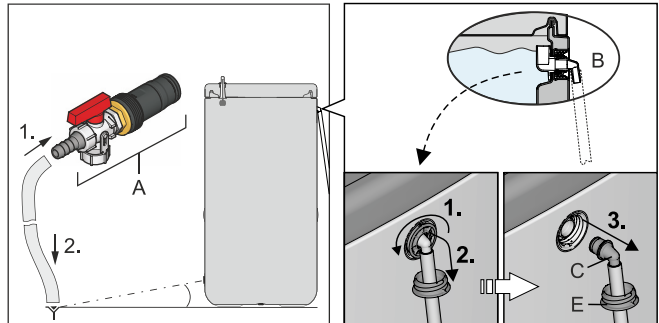
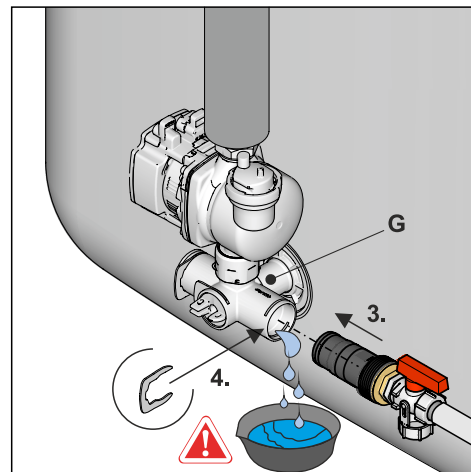

Fig. 29-1 Monter le flexible de sécurité ; en option : démonter du trop-plein de sécurité
Fig. 29-6 Monter le raccord de remplissage KFE dans la cornière de raccordement
- 2 Brancher le flexible d'évacuation sur le **raccord de remplissage du robinet de remplissage et de vidange (accessoire KFE BA)** (Fig. 29-1, pos A) et le poser en direction d'un point d'évacuation à une profondeur minimale.
En l'absence d'un **raccord de remplissage et de vidange** disponible, le démontage et l'utilisation du trop-plein de sécurité (pos. B) sont possibles à titre d'alternative (Fig. 29-1, pos. C).
Tab. 29-1 Légende de Fig. 29-1 jusqu'à Fig. 29-6
- Régler l'insert de soupape sur la cornière de raccordement de sorte que la voie vers le bouchon obturateur soit barrée (Fig. 29-6).
- Poser un bac collecteur adéquat au-dessous et retirer le bouchon obturateur de la cornière de raccordement (Fig. 29-6).
- 3 Introduire le **raccord de remplissage KFE** dans la cornière de raccordement et le fixer avec un étrier de retenue (Fig. 29-6).